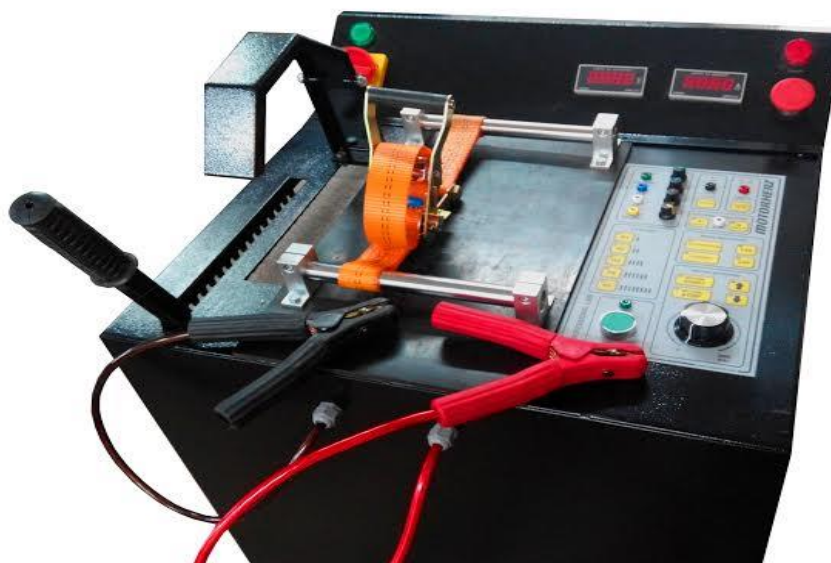

Рисунок 1.
1.4.1 Стенд имеет блочную конструкцию и включает (рисунок 1):
1.4.6 Приборная панель (рисунок 1) расположена под углом 35 градусов к верхней плоскости корпуса. На панели размещаются: